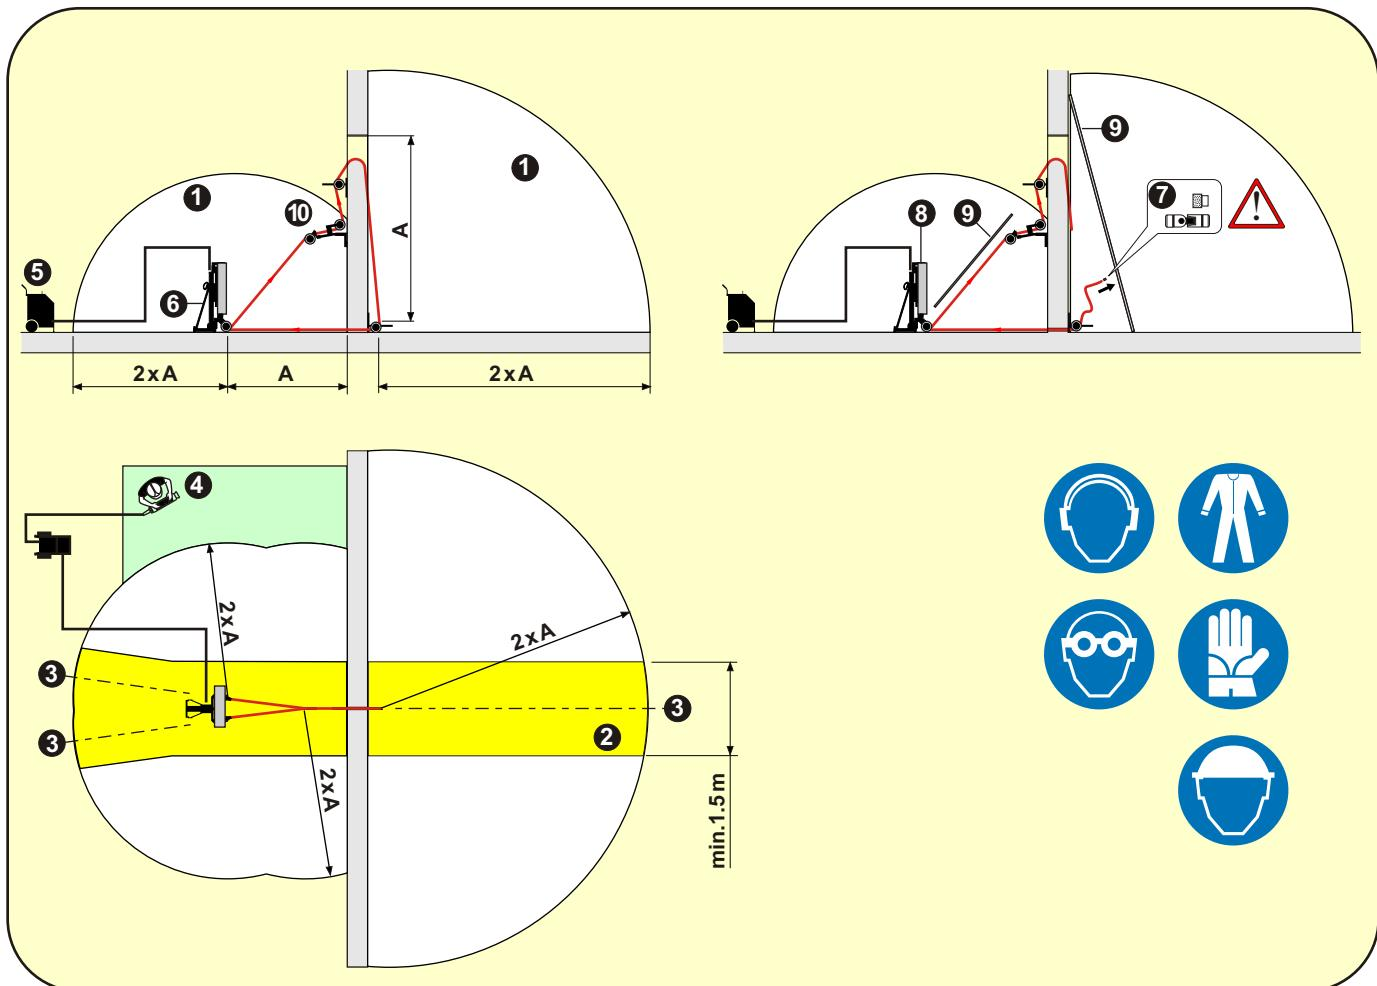
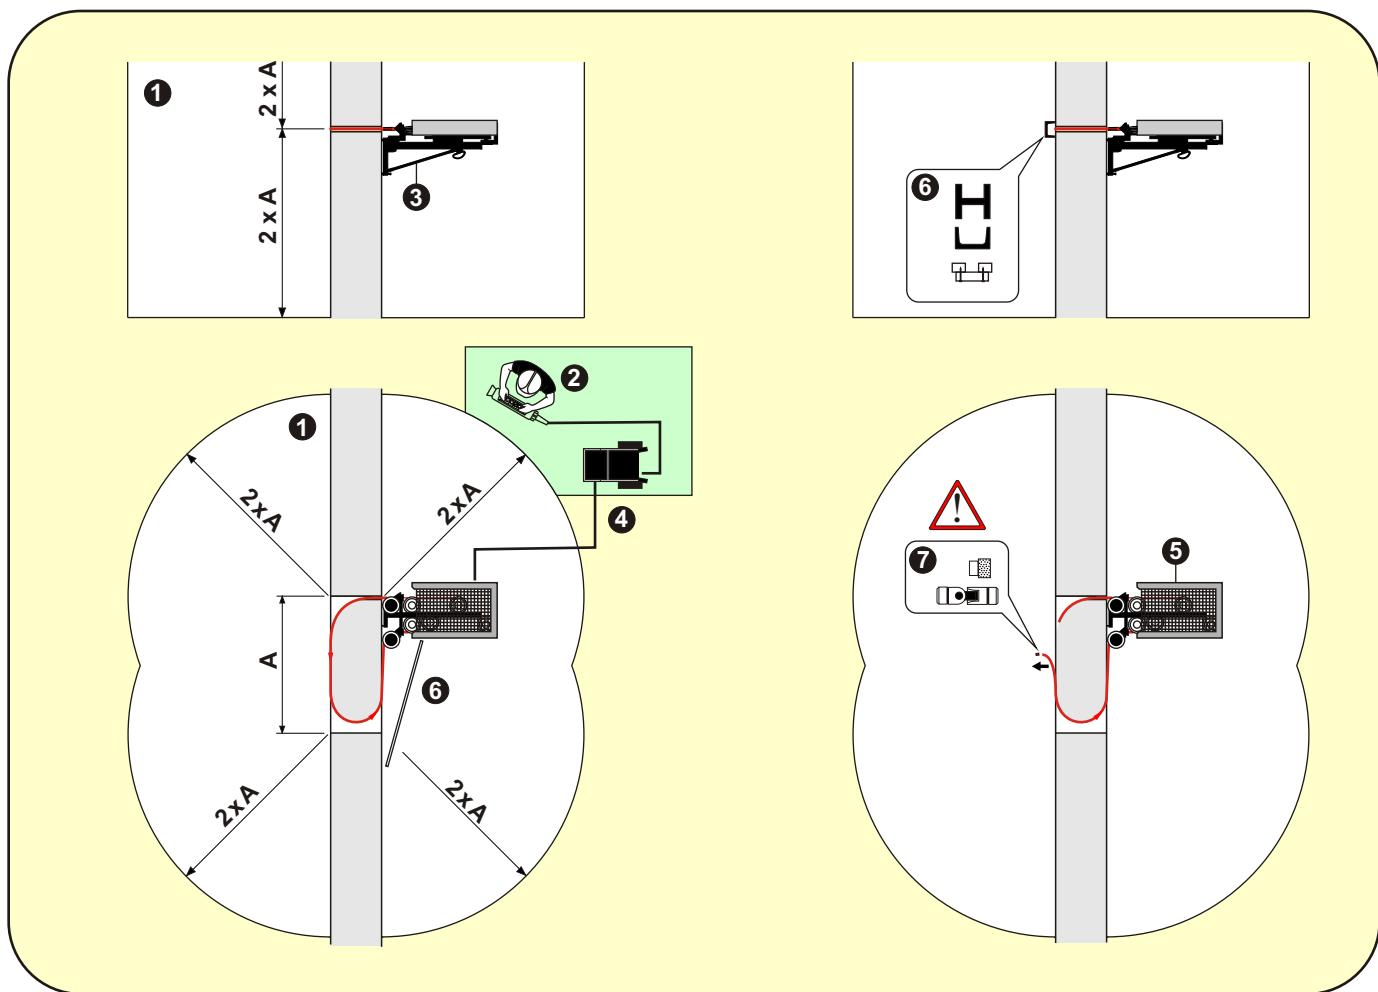

Bild 1 Gefahrenbereich
Bild 2 Gefahrenbereich bei Direktmontage
- 2.2 Sperren Sie den Gefahrenbereich (Bild 1/2/3 Pos.1) sichtbar so ab, dass während des Sägens keine Person den Gefahrenbereich betreten kann.
(Siehe Bild 1 / Direkt Montage Bild 2 / Bodenschnitt Bild 3)!
- 2.8 NIE ohne Seilsschutzvorrichtungen arbeiten (Bild 1 Pos.9, Bild 2+3 Pos.6)! Diese Vorrichtungen verhindern beim Reissen des Diamantseiles ein unkontrolliertes Wegfliegen von Segmenten und Verschlüssen (Bild 1/2/3 Pos.7).
Halten Sie sich grundsätzlich NIE in der Fluchtachse (Bild 1 Pos.3) des laufenden Diamantseiles auf (Gefahrenbereich Seilflucht Bild 1 Pos.2 beachten)!